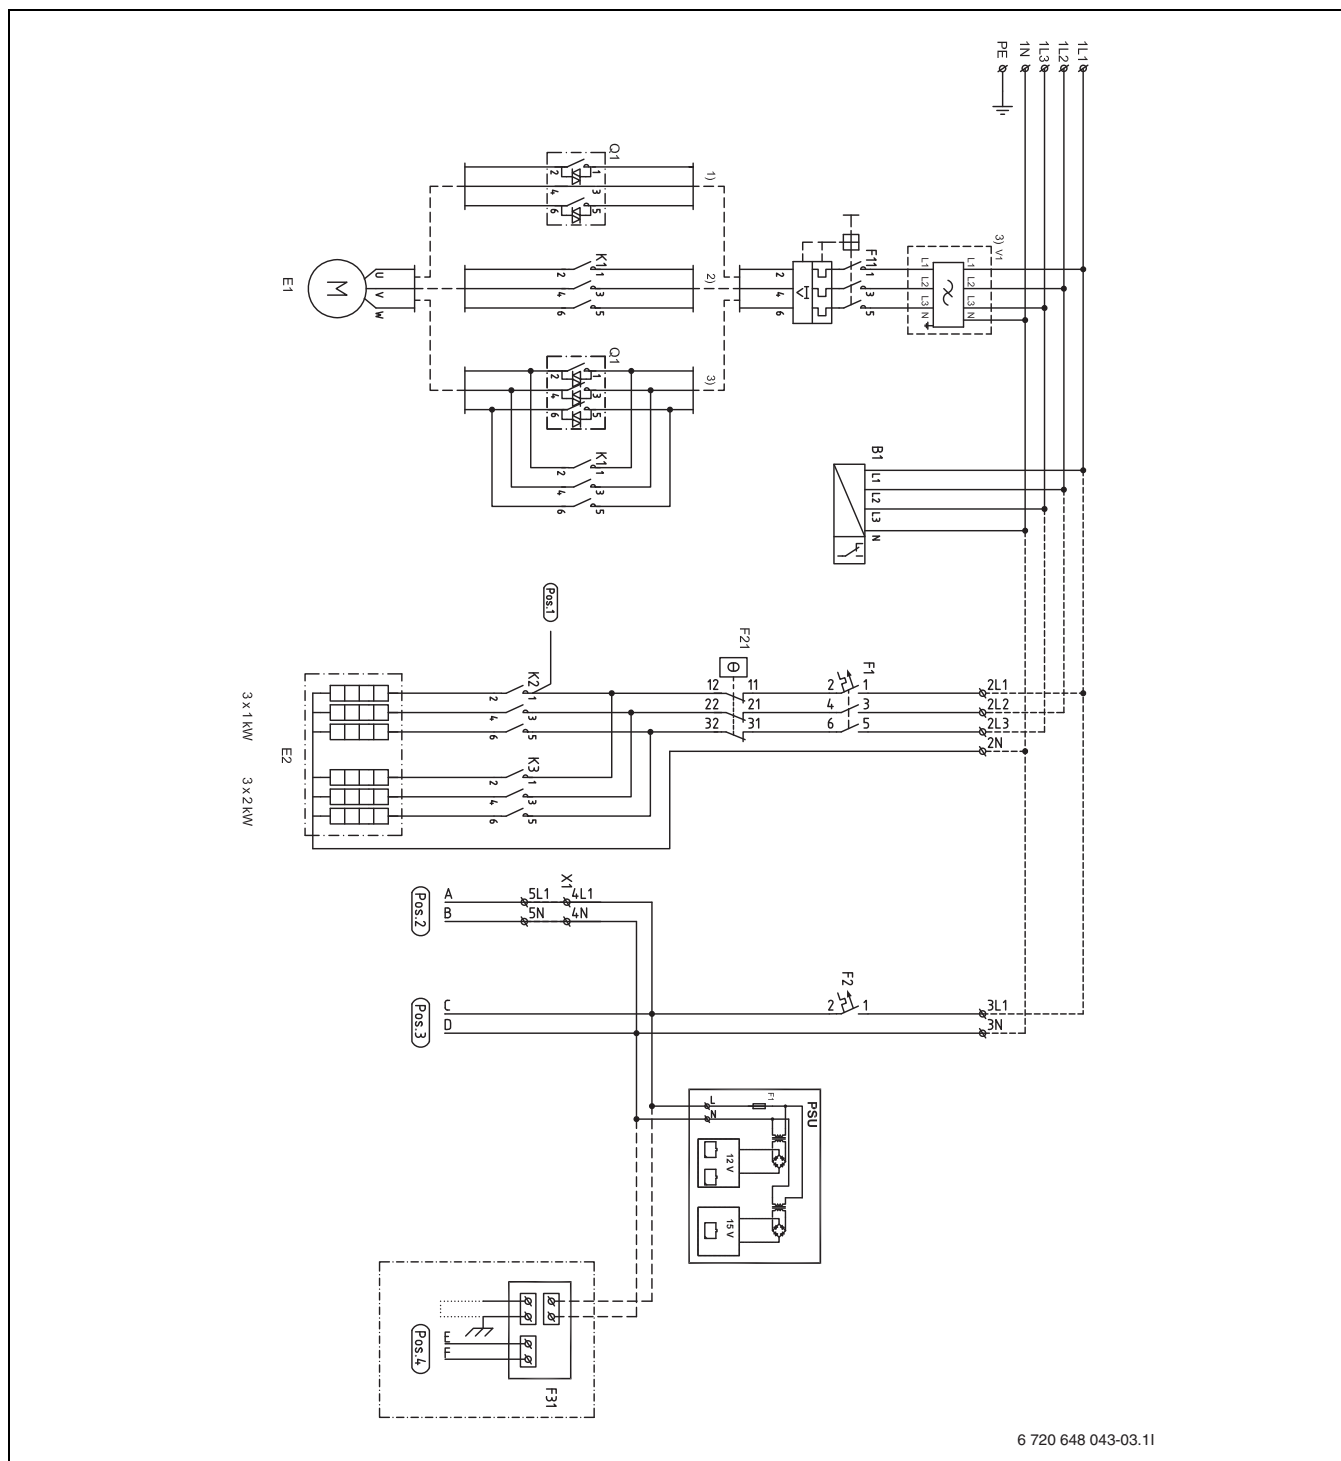

Bild 39 Internt elschema
4. Kontrollera inkopplingen enligt elschema (→ Bild 39) (→ Bild 40).
- Kontrollera att kraftkablarna är monterade i följande ordning: L1 Svart, L2 Brun, L3 Grå (→ Bild 39) (→ Bild 40).